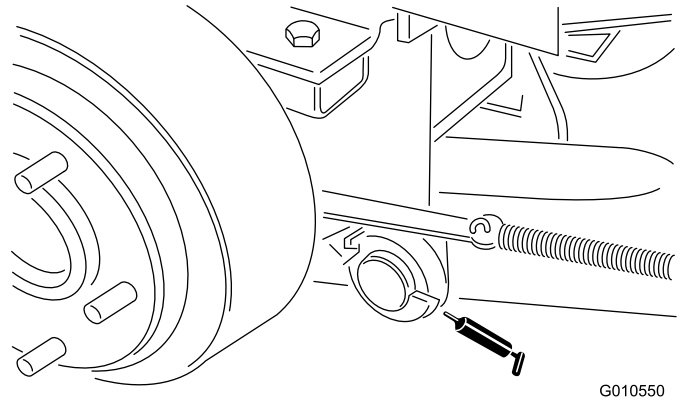

Figura 23
- Pivotes de los brazos de elevación traseros (2) (Figura 23)